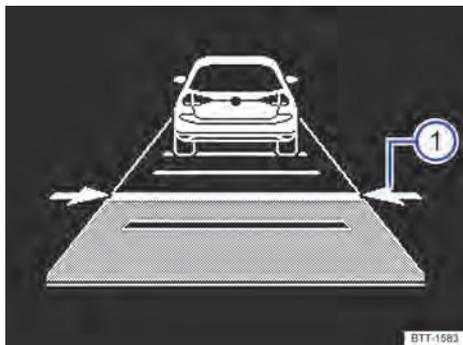

Fig. 146 En la pantalla del cuadro de instrumentos: ajustar la distancia ① (representación esquemática, el ACC regula).
En la pantalla del cuadro de instrumentos se muestra el nivel ajustado → fig. 146 ①. Tenga en cuenta las disposiciones legales sobre la distancia mínima de seguridad del país en cuestión.